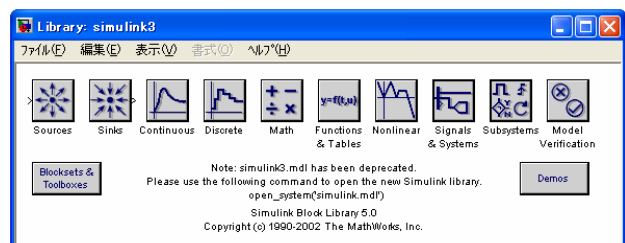
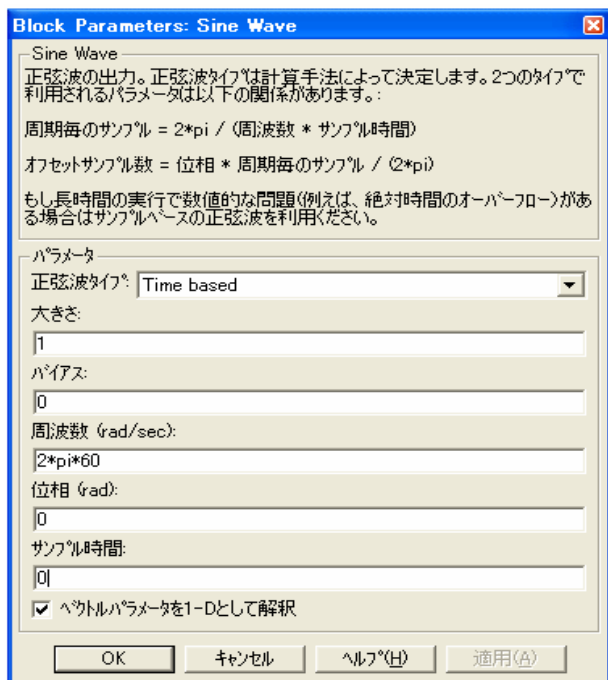
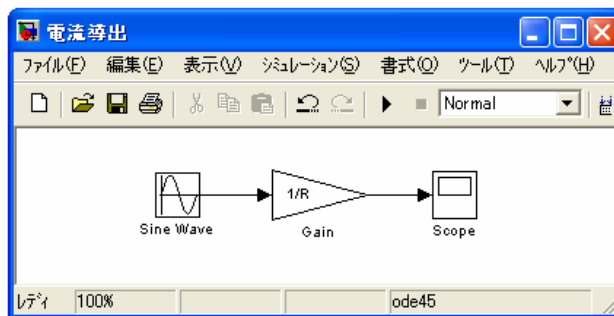

図 2 Simulink ウインド
図3 電圧設定
図4 シミュレーションブロック図
Simulink の各種ツールボックスウインドを図 2 に示す。
例えば、(1)式を作るには、図2中の Sources から Sine Wave を選び、図3のように設定する。
(2)式をシミュレーションするモデルは、図2中の Math から Gain を選び、1/R を作成し、Sine Wave と接続する。得られたシミュレーションブロック図を図4に示す。